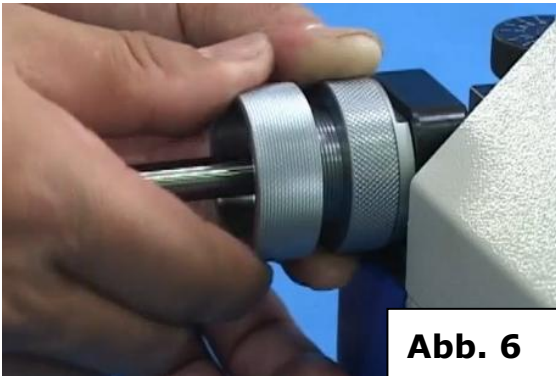

Abb. 6
- In dieser Position den Bohrer in der Spannzange mit der rechten Hand im Uhrzeigersinn festdrehen. (Abb. 6)